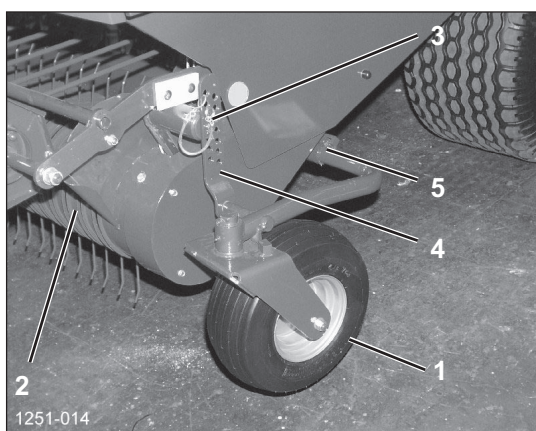

Рисунок 34
- Достаньте опорные катки подборщика [1] из держателей [6] на дышле и вставьте в держатели [5] на подборщике (Рисунок 34).